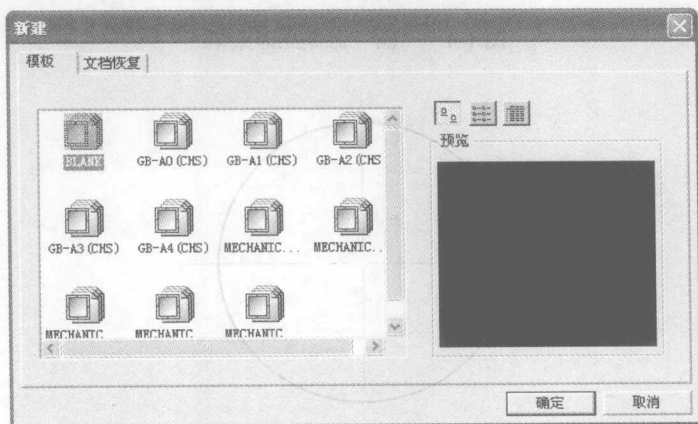

图 1-2 “新建”对话框
Step2 新建文件。选择菜单栏中的“文件”→“新建”命令，系统弹出“新建”对话框，如图 1-2 所示。“新建”对话框中提供了若干种模板，可以根据需要进行选用，也可以采用“BLANK”模板创建空白文档，在绘图过程中通过“幅面”菜单重新进行图幅设置。本例